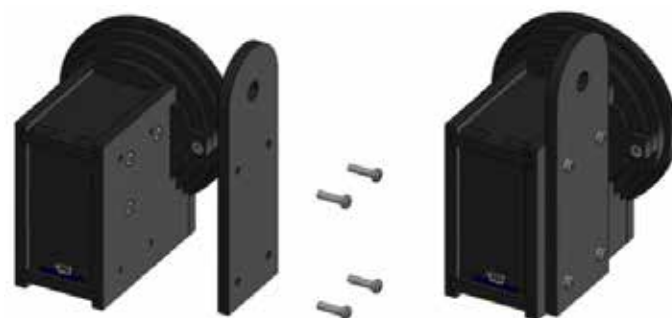

Рисунок 87. Крепление кронштейна
6) Прикрепить к собранному корпусу кронштейн четырьмя винтами М3х12 (в случае необходимости крепления модуля к профилю) (рисунок 87):